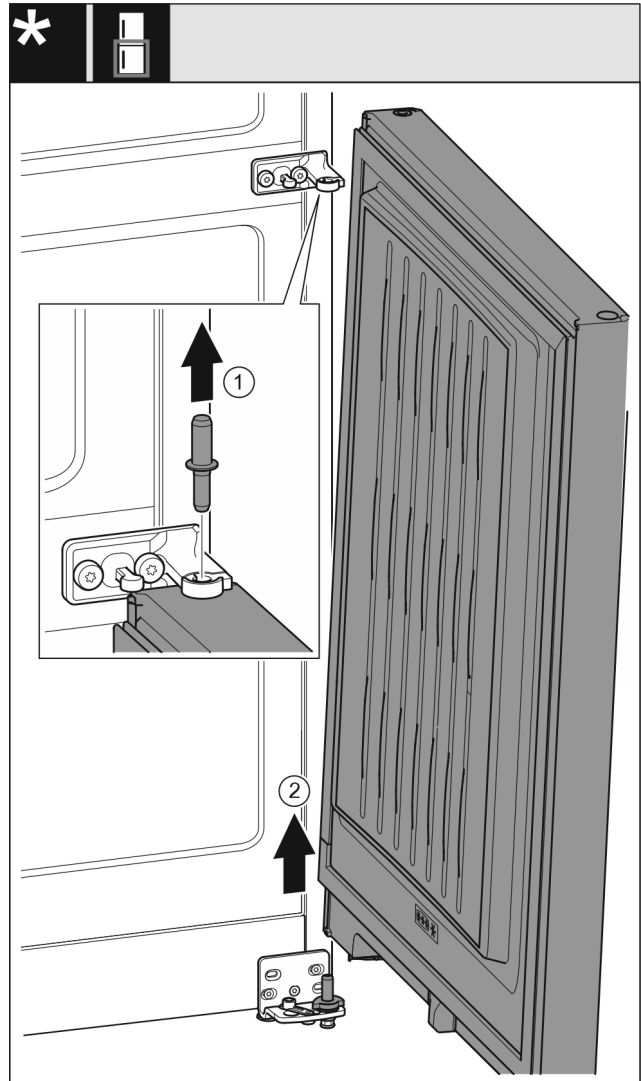

Fig. 11 Без амортизатора закрывания двери
- ▶ Извлеките палец Fig. 11 (1) движением вверх.
- ▶ Отведите дверь Fig. 11 (2) в сторону, потяните вверх и отставьте ее.